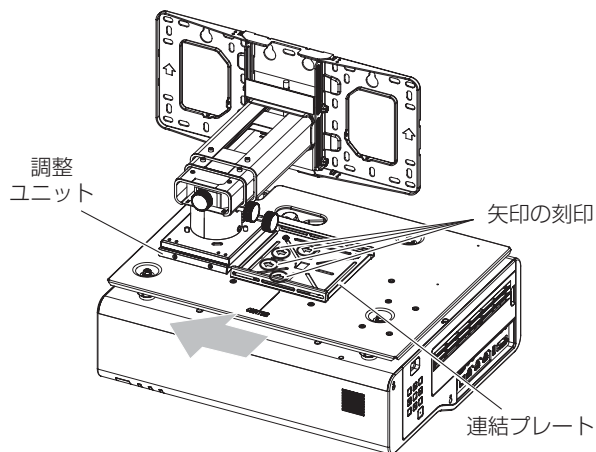

図 2
- 2) プロジェクターが取り付けられた状態で、取付用ベース金具セット上の連結プレートを、壁掛取付金具本体の調整ユニット部にスライドさせてはめ込む (図 2)